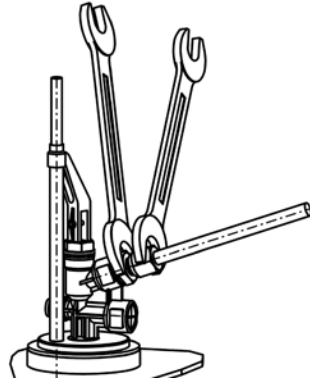

Bild 4: Mutter anziehen
5. Am Verschraubungskörper gegenhalten und Mutter anziehen (Bild 4).